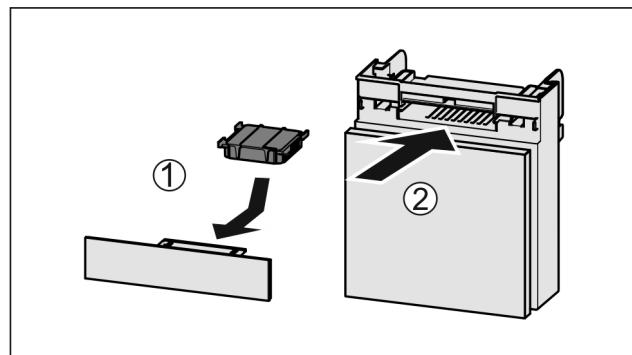

Fig. 100
- Установите фильтр с активированным углем, как показано на рисунке Fig. 100 (1).
- Вставьте отделение Fig. 100 (2).